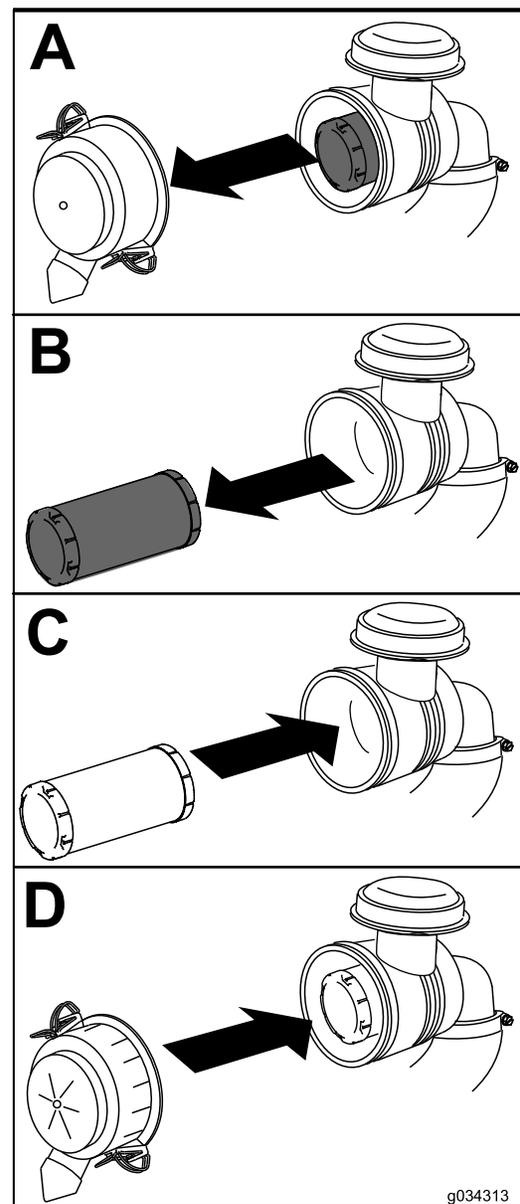

Figura 36
1. Deslize suavemente o elemento do filtro de ar para fora do corpo do filtro de ar (Figura 36).
4. Coloque a cobertura do filtro de ar com o lado indicado como UP voltado para cima, e feche os trincos (Figura 36).